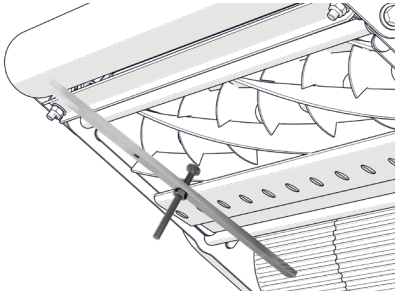

Fig. 12G - Repita o processo no lado contrário
8. Repita o Passo 7 para a segunda posição, no outro lado da cassete (Fig. 12G).
- Repita o Passo 7 para a segunda posição, no outro lado da cassette (Fig. 12G).